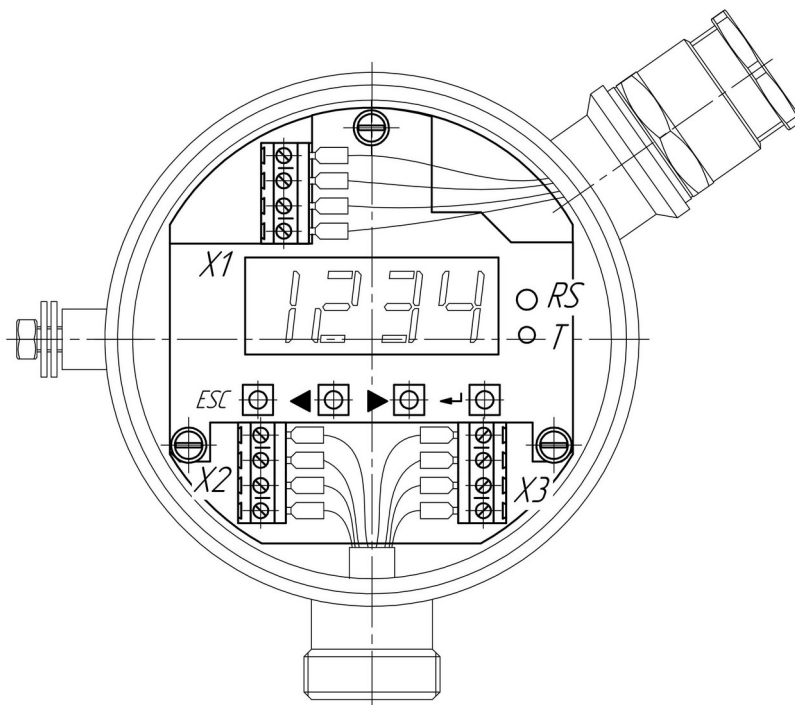
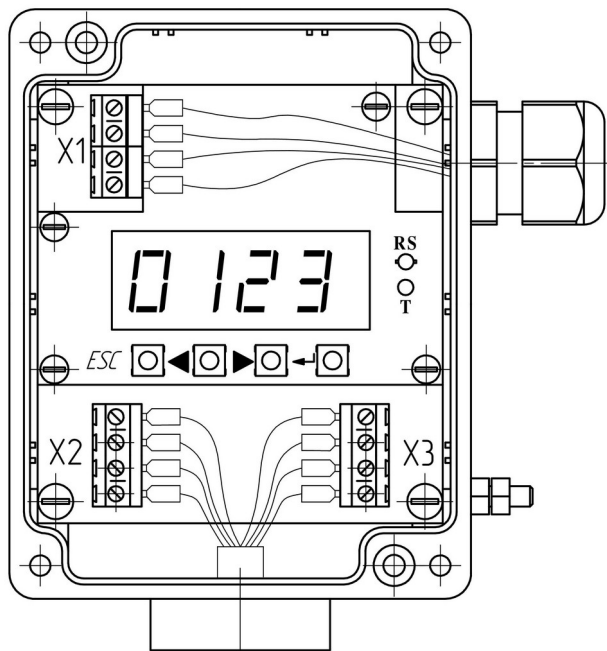
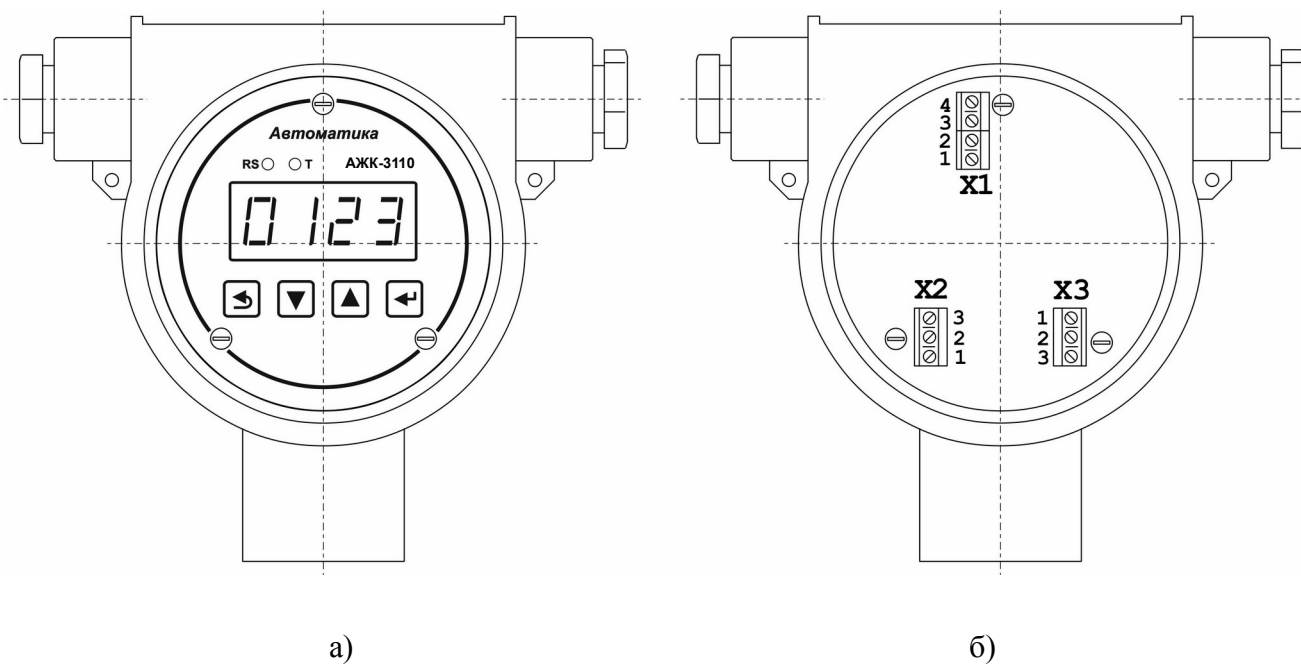

Рисунок 1 - Внешний вид электронного блока ПП анализатора в корпусе «Н» (со снятой передней крышкой)
Рисунок 2 - Внешний вид электронного блока ПП анализатора в корпусе «Д» (со снятой передней крышкой)
Рисунок 3 - Внешний вид электронного блока ПП анализатора в корпусе «И» (со снятыми передней и задней крышками)
Взаимное расположение разъёмов, элементов индикации и управления на печатных платах электронных блоков в корпусах из нержавеющей стали «Н» и из алюминиевого сплава «Д» показано на рисунках (соответственно Рисунок 1 и Рисунок 2).
4.1.7.1 Конструкция ЭБ ПП в корпусе из алюминиевого сплава с окном для индикации «И» (смотри Рисунок 3) отличается от конструкции в корпусе «Н» тем, что клеммники для подключения напряжения питания, входных и выходных сигналов расположены на задней стороне корпуса. Для доступа к ним необходимо отвернуть заднюю крышку.
4.1.7.2 На передних панелях ЭБ ПП анализатора (смотри Рисунок 1, Рисунок 2 и Рисунок 3а) расположены следующие элементы:
Примечание — Клеммники X1, X2 и X3 для корпуса «И» расположены на задней панели (смотри Рисунок 3б).